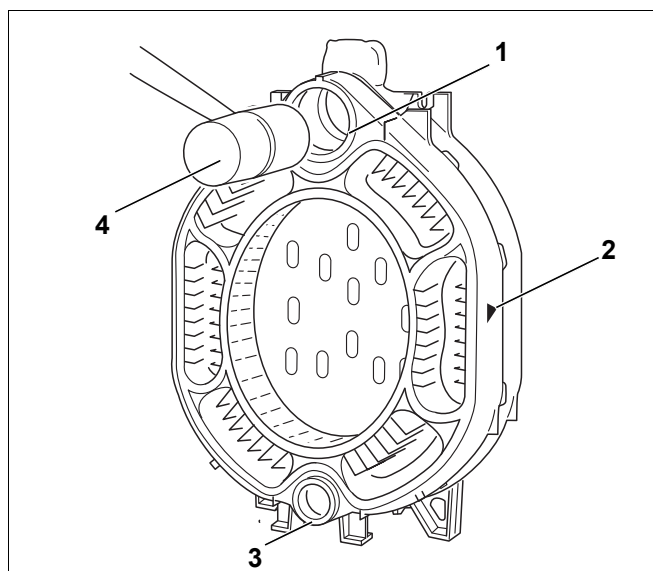

Bild 13 Anschlagen des Mittelgliedes
- Mittelglied mit der oberen und unteren Nabe (Bild 13, **Pos. 1 u. 3**) auf die Nippel im Hinterglied ansetzen, wobei der Einbaurichtungspfeil (Bild 13, **Pos. 2**) nach hinten zeigen muss.
- Erstes Mittelglied mit einem Holz- oder Hartgummihammer (Bild 13, **Pos. 4**) an das Hinterglied anschlagen.